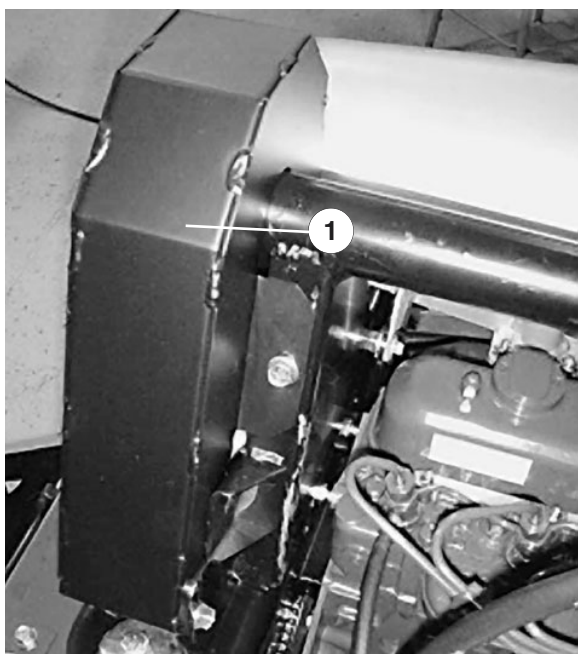

Figure 32
2. Enlevez les vis (5) de fixation du couvercle de la courroie de ventilateur et déposez le couvercle (Fig. 32).
5. Posez et fixez le couvercle de la courroie avec les vis d'assemblage (Fig. 32). Refermez et verrouillez le capot.
4. Posez et fixez le couvercle de la courroie avec les vis d'assemblage (Fig. 32). Refermez et verrouillez le capot.